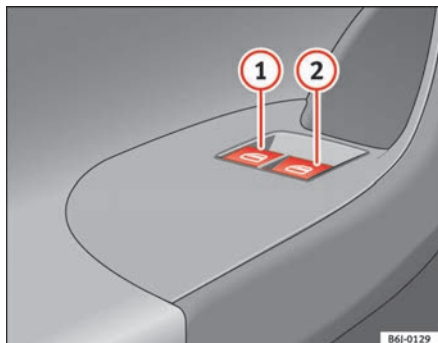

Abb. 47 Ausschnitt aus der Fahrertür: Schalter für die Fenster vorne
Die Tasten ⇒ Seite 88, Abb. 47 ①, ② haben zwei Stufen zum Öffnen und zwei zum Schließen des Fensters. Dadurch ist es einfacher, die Öffnungs- und Schließvorgänge zu kontrollieren.